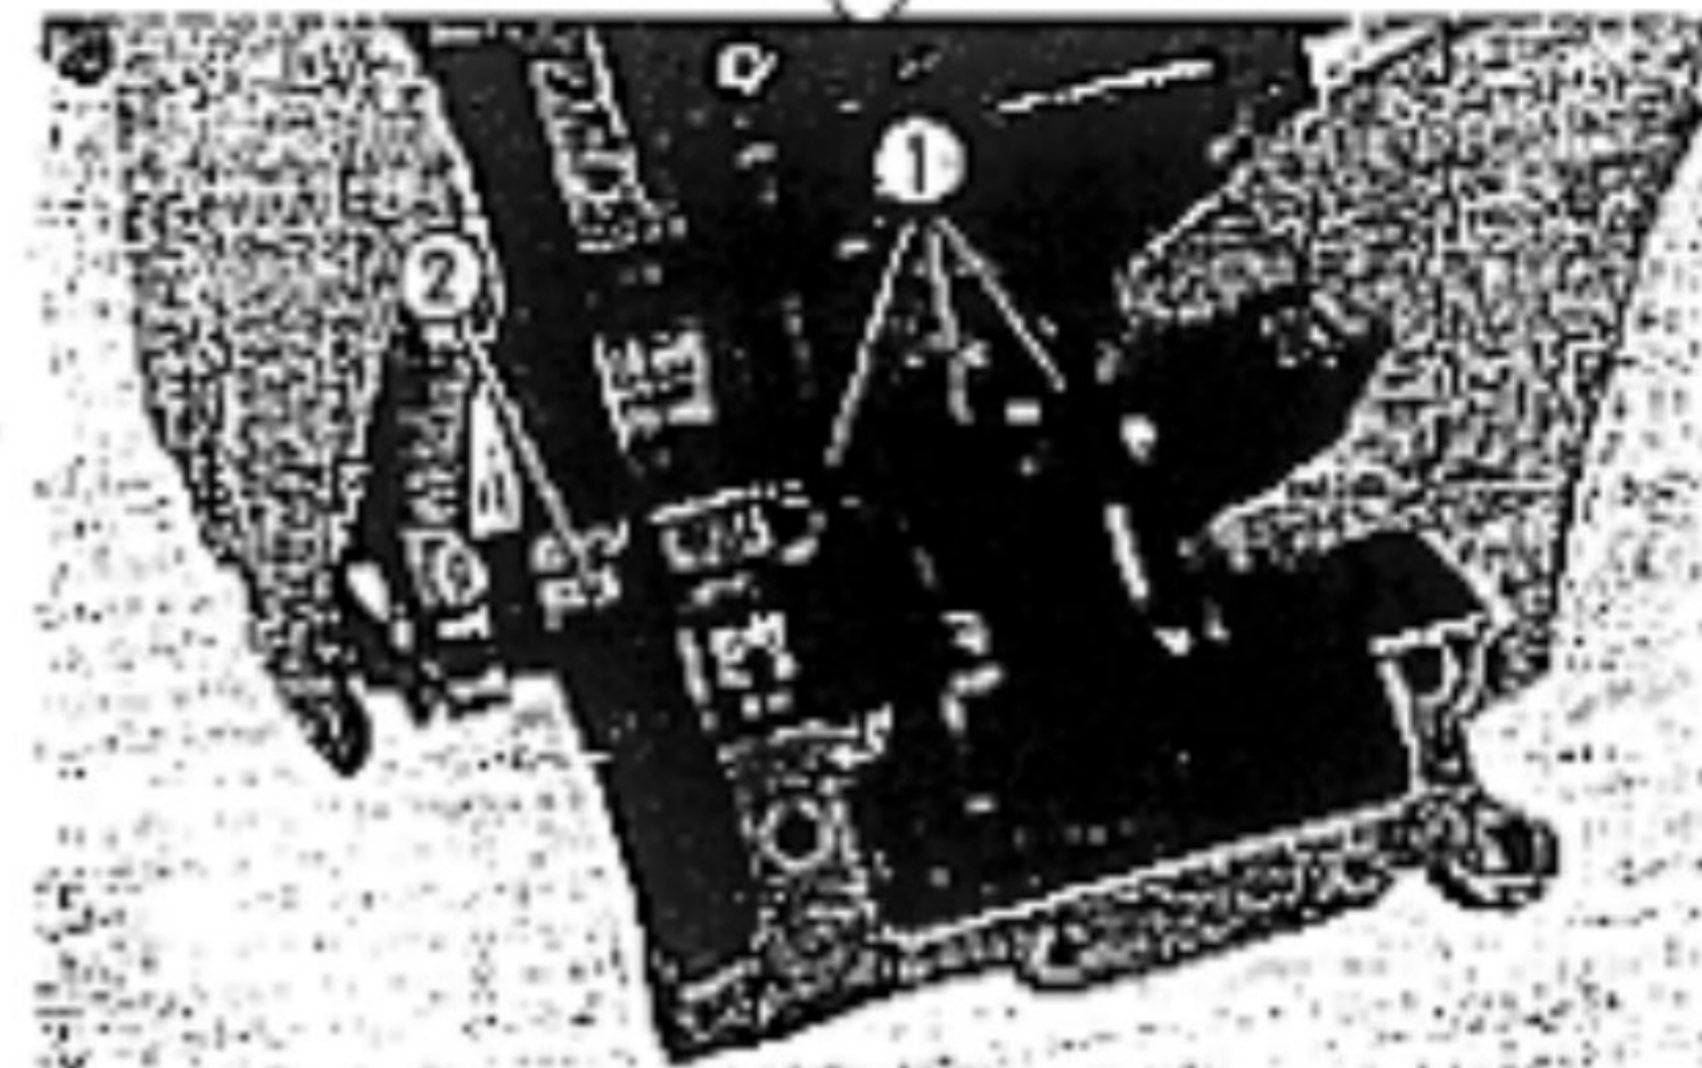

Fig. 3-81 ① Forcellini del cambio.
1. Collocare i tre forcellini (destro, sinistro e centrale) del cambio, nel carter superiore, come indicato in fig. 3-81, ed installare il tamburo selettore.